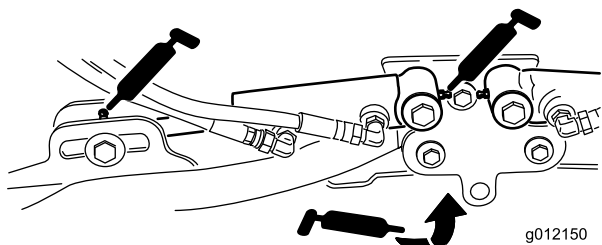

図 54
- ・ 昇降アームのシリンダ (各アームに2ヶ所) (図 54)
- ・ 昇降アームのピボット（各アームに1ヶ所）（図 54）